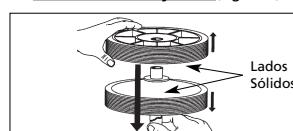

Figura 5
- Conecte ambas ruedas al eje, **con los lados sólidos juntos** (Figura 5).